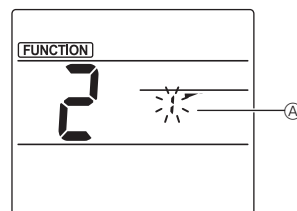

Fig. 2
- ② Selectarea numărului vanei (Fig. 2) Apăsați butoanele [▲] [▼] pentru a selecta numărul vanei ①, apoi apăsați butonul [SET].